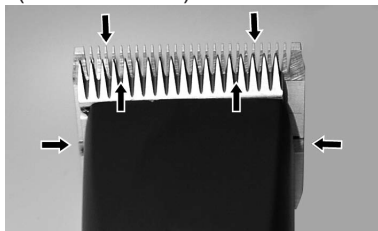

Fig. 13
For at opnå gode klipperesultater og forlænge klipperens holdbarhed er det nødvendigt at påføre et tyndt olielag mellem det øverste og nederste blad (Fig. 13).
- ▶ Smør bladene tilstrækkeligt under klipningen (mindst hvert 15. minut), så de ikke bliver tørre (Fig. 13).